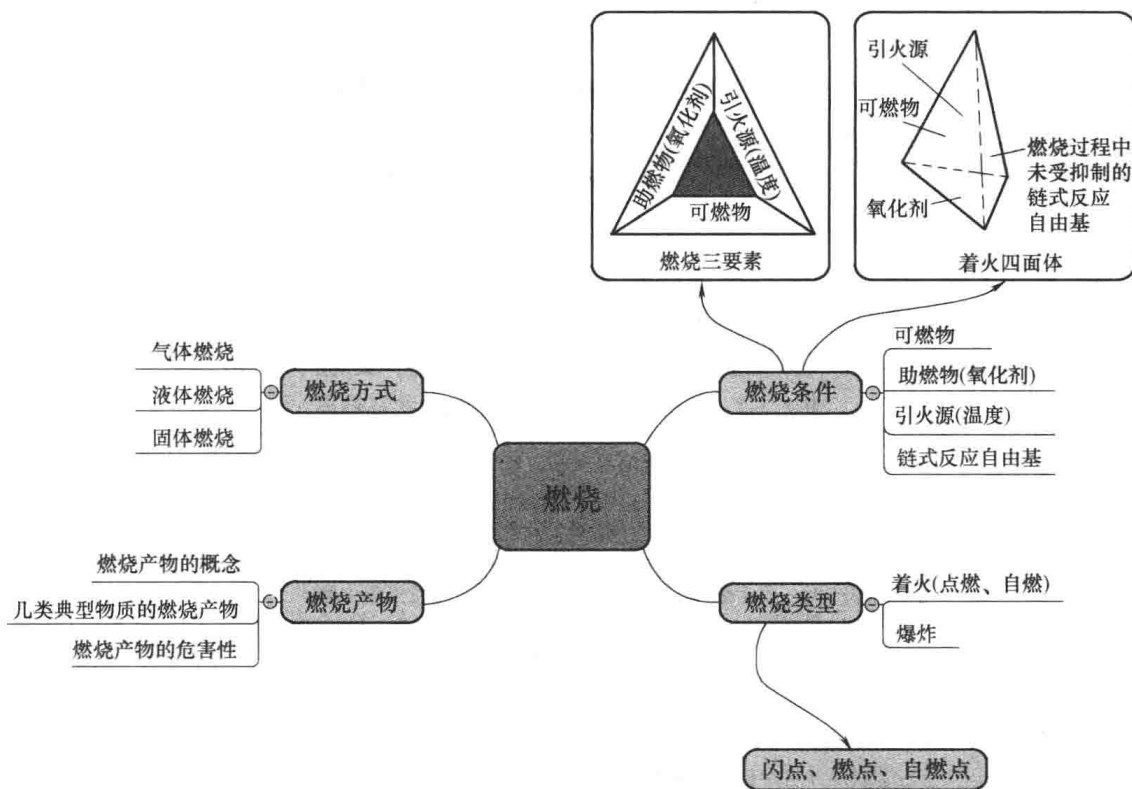

图 1.1-1 燃烧基础知识记忆思维导图
(1) 燃烧是指可燃物与氧化剂作用发生的放热反应，通常伴有火焰、发光和（或）发烟现象。燃烧可分为有焰燃烧和无焰燃烧。
(2) 燃烧的发生和发展,必须具备三个必要条件,即可燃物、助燃物和引火源,通常称为燃烧三要素。大部分燃烧的发生和发展除了具备上述三个必要条件以外,其燃烧过程中还存在未受抑制的自由基作中间体,自由基的链式反应是这些燃烧反应的实质。因此,大部分燃烧发生和发展需要四个必要条件,即可燃物、助燃物、引火源和链式反应自由基,见图 1.1-1。
(3) 燃烧的必要条件见表 1.1-1。